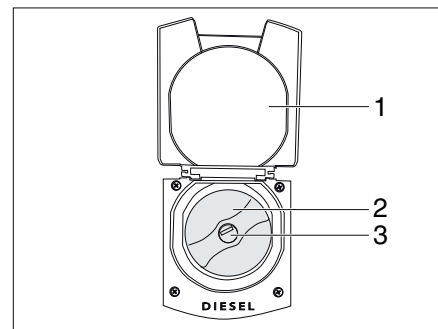

Bild 37 Geöffnete Verschlussklappe mit Kraftstoff-Einfüllstutzen
- Verschlussklappe (Bild 37,1) schließen.